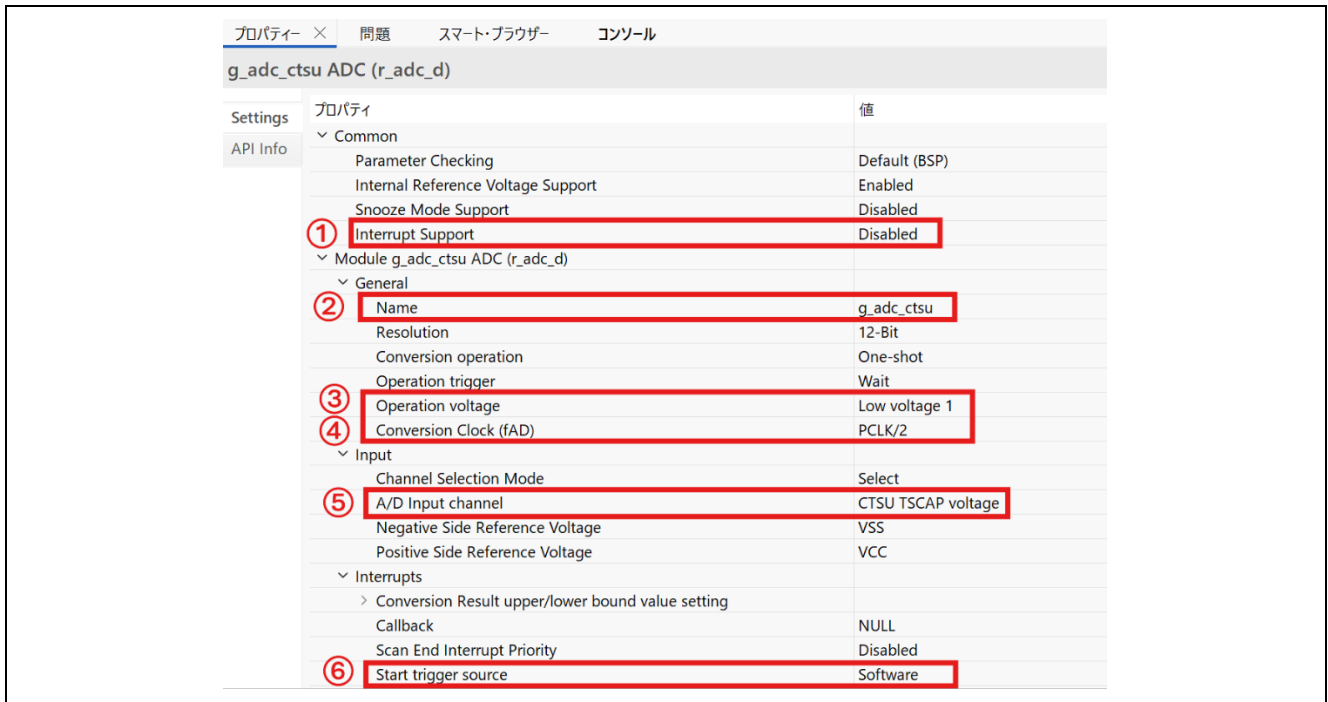

図 6-5 "g_adc_ctsu"の設定 (RA0L1/LV モード)
8. RA0L1 を LV モードで使用する場合は、“g_adc0 ADC”を選択し、画面左下の[プロパティ]をクリックします。図 6-5 に示す通り、以下の設定を変更してください。
- ①. [Interrupt Support]で[Disabled]を選択。
- ②. [General] -> [Name]で名前を“g_adc_ctsu”に変更。
- ③. [General] -> [Operation voltage]で[Low voltage 1]に選択。
- ④. [General] -> [Conversion Clock (fAD)]で[PCLK/2]を選択。
- ⑤. [Input] -> [A/D Input channel]で[CTSUS TSCAP voltage]を選択。
- ⑥. [Interrupt] -> [Start trigger source]で[Software]を選択。